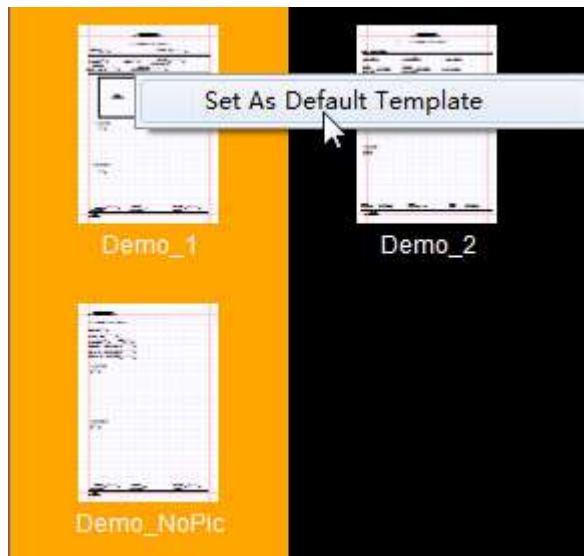

Рисунок10-9 Установка шаблона по умолчанию
- Щелкните правой кнопкой мыши один шаблон, чтобы установить его в качестве шаблона по умолчанию, как показано на Рисунок10-9.